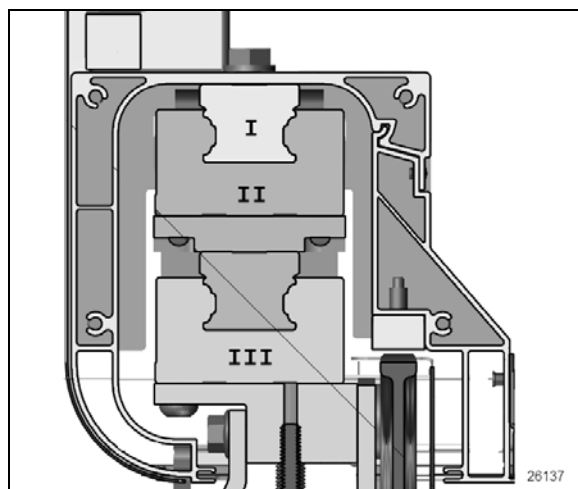

FIGURE 59 PALIERS LINÉAIRES
Se référer de la Figure 54 à Figure 59 ci-dessus pour les descriptions qui suivent.
La rallonge coulissante est déplacée vers l'intérieur et l'extérieur sur une paire de paliers linéaires empilés (Figure 59, Items I and III). La puissance pour le déplacement provient de deux moteurs électriques synchronisés (C) orientés horizontalement sous chaque assemblage de palier linéaire. Le moteur entraîne un réducteur de vitesse à angle droit (D).
Les assemblages des paliers et des rails de la rallonge sont en paires superposés (Figure 59). La structure de la rallonge coulissante est attachée au rail supérieur (I). Le palier supérieur est attaché au rail inférieur (II). Le palier inférieur est attaché à la structure du véhicule (II).